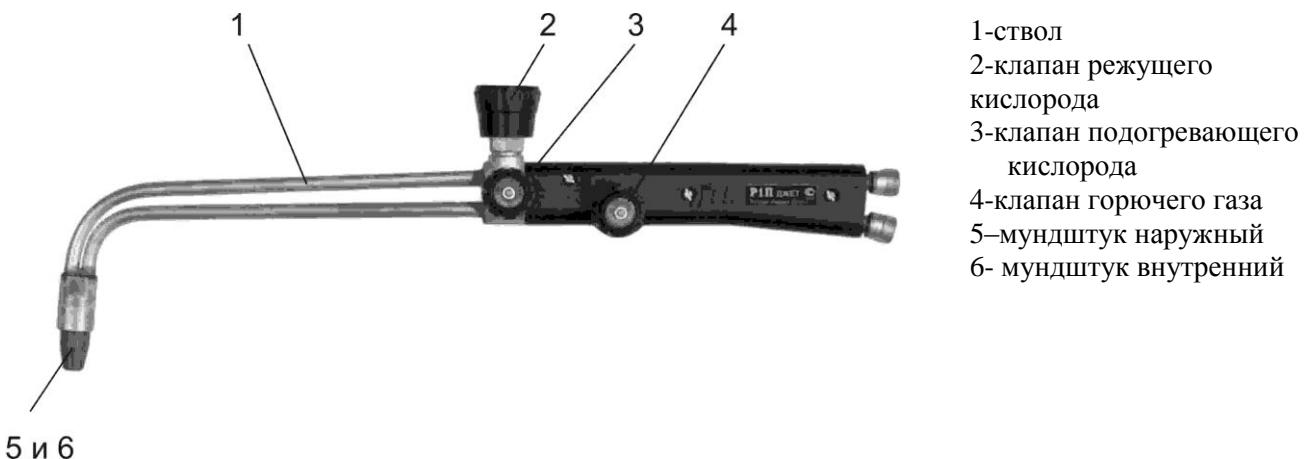

Рис.1 Резак в сборе Р1А; Р1П (L=500 мм, Угол загиба стволя 90°)
4.1 Резак (см. рис. 1) состоит из ствола со смесительной камерой, инжектором, мундштуками внутренним и наружным. На стволе расположены рукоятка, два штуцера и три клапана (режущего кислорода, подогревающего кислорода, горючего газа).